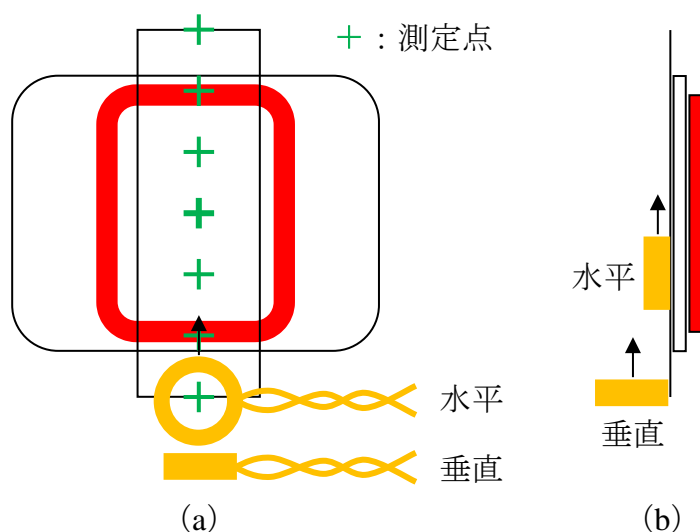

図 5.1 磁界強度測定方法
磁界強度の測定方法を図 5.1 に示します。
- ① 配布した方眼紙の中心をアンテナの中心に合わせ、テープなどで固定してください。
- ② 図 5.1 (a) に示すように、アンテナに対し検出用コイルを水平にして、アンテナの中心から±30mm の間を 10mm 間隔で移動させます。
- ③ 図 5.1 (b) に示すように、検出用コイルはアクリル板に添わせてください。
- ④ 各点において、オシロスコープで観測できる信号電圧のピークトゥピーク値を測定してください。
- ⑤ 検出用コイルを垂直にして、同様に測定してください。